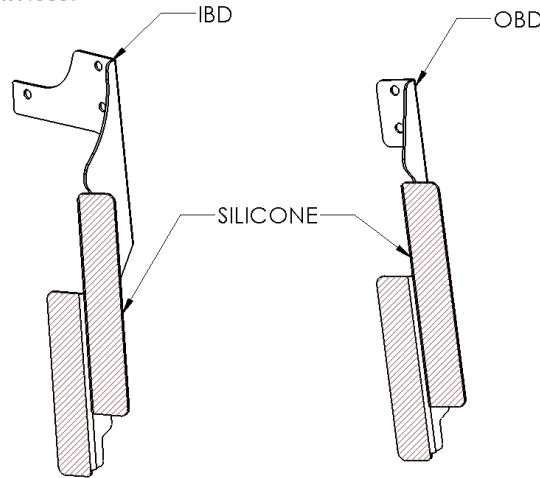

Figura 3 - Soportes lado piloto - Silicón
- a. Aplique silicón a la cara de los 4 ensambles de soporte (donde la visera entra en contacto - vea figura 3)